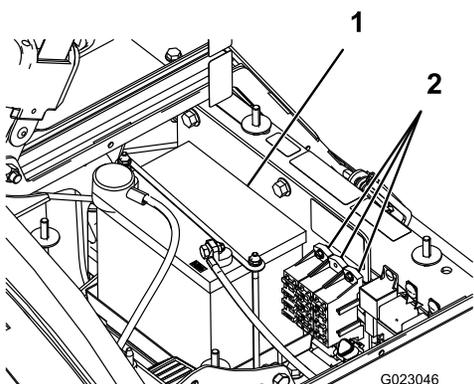

Рисунок 48
В электрической системе есть два блока плавких предохранителей и один запасной разъем. Они расположены позади сиденья (Рисунок 48).
2. Аккумуляторная батарея находится с правой стороны машины позади насоса (Рисунок 48).
5. Снимите фиксатор и крепежные элементы аккумулятора (Рисунок 48).
2. Установите фиксатор аккумулятора и закрепите его крепежными элементами, снятыми ранее (Рисунок 48).
4. Установите крышку аккумулятора и закрепите ее 2 ручками (Рисунок 48).
1. Ослабьте ручки с обеих сторон аккумуляторного отсека и снимите крышку аккумулятора (Рисунок 48).